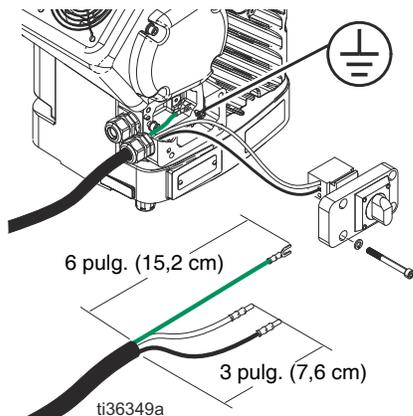

FIG. 1: Cable de alimentación
- Añada casquillos si fuera necesario. Consulte la sección FIG. 1.